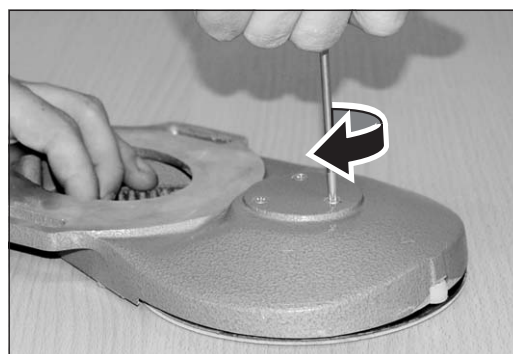

Abb. 44 Die drei Schrauben zur Befestigung des kompletten Schleiftellers einsetzen und festziehen.
- 4** Stecken Sie die drei Schrauben zur Befestigung des kompletten Schleiftellers in den Vorsatz und ziehen Sie die Schrauben mit einem Schraubendreher fest (Abb. 44).